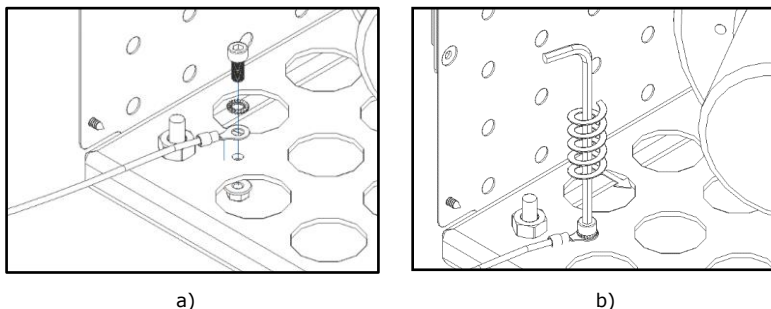

Figura 64 - Ligação cabo de terra do ventilador
k) Para realizar a ligações elétricas numa 1ª fase deve conectar o cabo terra a máquina. Para isso deve colocar uma das extremidades do cabo junto ao furo existente na base do equipamento. Com o parafuso C, porca e anilha apertar o cabo ao fundo tal como demonstra a Figura 64-b.